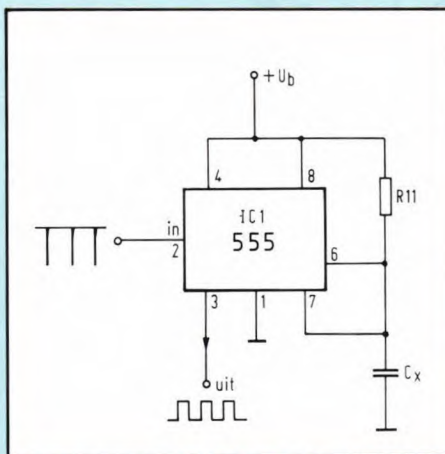

Fig. 4. De MMV is opgebouwd rond het timer IC 555.
De MMV is opgebouwd rond het populaire IC 555. Deze schakeling is te zien in fig. 4. R11 en C_x bepalen de breedte van de puls die op de uitgang (3) verschijnt, als op de ingang een negatief gaande (geen negatieve!) puls wordt gegeven. R11 is een vaste weerstandswaarde en C_x is de onbekende condensator. Punt 2 van het IC is de ingang waarop de geïnverteerde pulsen van de pulsgenerator worden aangeboden.